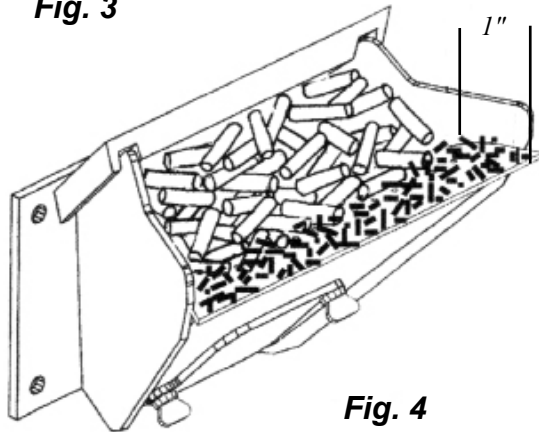

Fig. 4
Une forte puissance est déterminée par le réglage de l'alimentation. La commande ajuste le régime de combustion, qui **ne peut pas** dépasser le régime déterminé par la position du bouton de réglage de l'alimentation. Le taux de combustion maximum du poêle ne doit pas créer moins de 2,5 cm (1") de cendres à l'avant du pot de combustion (voir fig. 4). L'excès d'alimentation n'est pas une question de sécurité, mais de gaspillage, car des granulés non brûlés pourraient tomber dans le bac à cendres.
Ce mode permet un allumage automatique au démarrage uniquement. Le poêle peut ensuite être réglé à n'importe quel réglage souhaité. La puissance calorifique et la consommation en combustible resteront constantes, quelle que soit la température de la pièce (voir figure 2). Le débit d'alimentation maximum du poêle ne doit pas créer moins de 2,5 cm (1") de cendres à l'avant du pot de combustion (voir figure 4).
7. Réglez le bouton de réglage de l'alimentation de façon à obtenir une combustion maximale : Avec le bouton de réglage de l'allumeur sur « AUTO », placez le sélecteur de mode sur « Stove Temp » et mettez le ventilateur sur « H ». Mettez le bouton de réglage de la température sur 7. Laissez le poêle fonctionner environ 30 minutes, puis vérifiez les cendres à l'avant du pot de combustion. Fig. 4. Si le lit de cendres est supérieur à 2,5 cm (1"), augmentez le réglage de l'alimentation de 4 à 5. Laissez brûler 30 nouvelles minutes et vérifiez de nouveau. Si vous n'arrivez pas à obtenir un lit de cendres de moins de 2,5 cm (1") sur la position 6, ce n'est pas un problème. Le lit de cendres de 2,5 cm (1") est obtenu au taux de combustion maximal, et avec la plupart des réglages normaux, vous obtiendrez un lit plus épais.